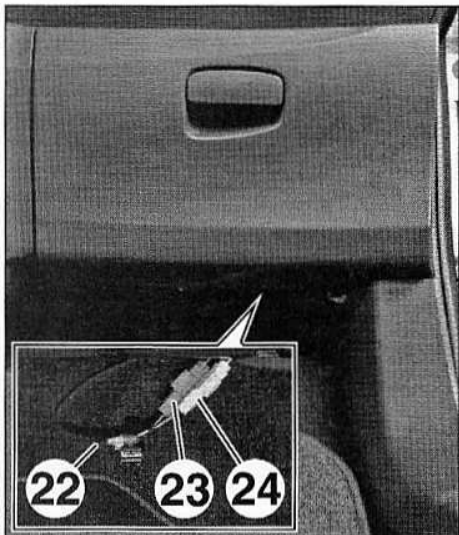

FIG.19
- Dégrafer le faisceau électrique (22) de la planche de bord puis débrancher les connecteurs de l'antenne d'autoradio (23) et de l'antenne du système de navigation (24) (si équipé) (Fig.19).